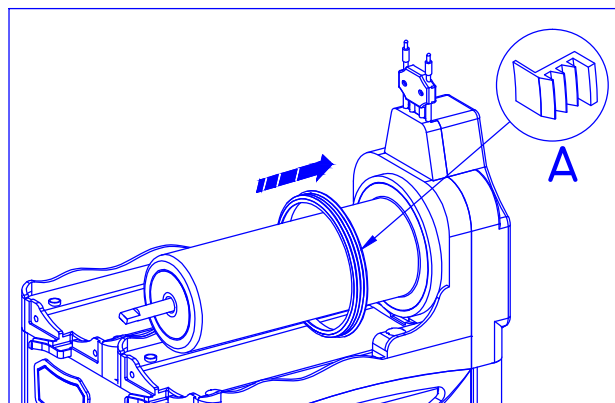

Fig. 18
Posizionare la guarnizione della vasca sul fondo del cilindro evaporatore lubrificandone la parte superiore (A). (Fig. 18)